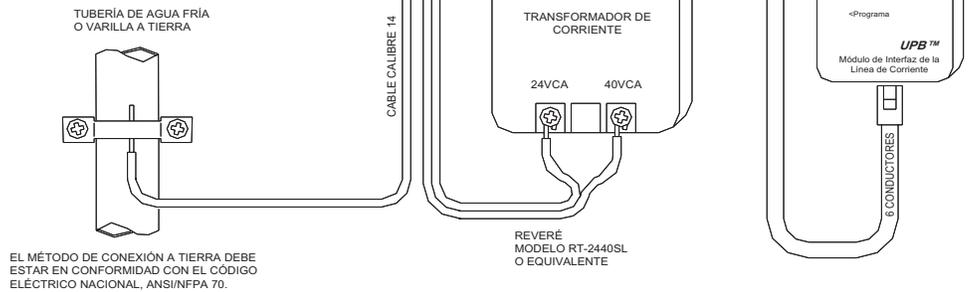

FIGURA 1 - SISTEMA DE CONEXIÓN DEL CONTROLADOR
6. Para esta configuración consulte la **FIGURA 1 (SISTEMA DE CONEXIÓN DEL CONTROLADOR)**.